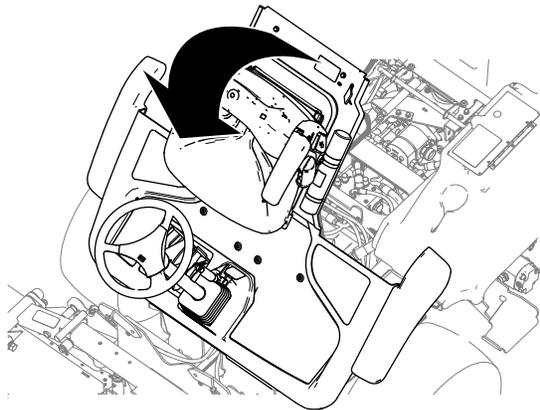

Figure 43
2. Relevez la plate-forme (Figure 43).